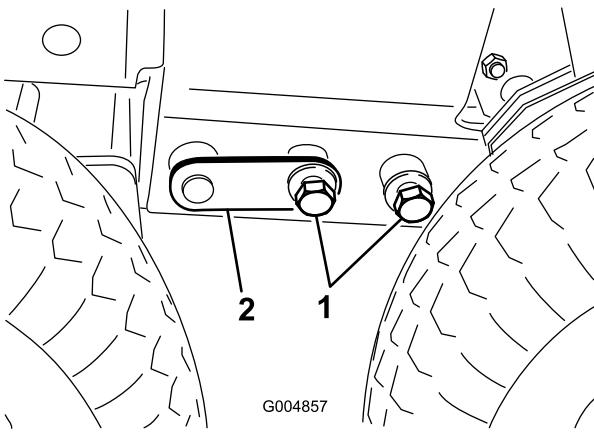

Figura 111
34. Ajuste el gato o balancee la cabina con las manos, según sea necesario, para instalar los pernos ($\frac{3}{4}$ ") en cada lado (Figura 111).